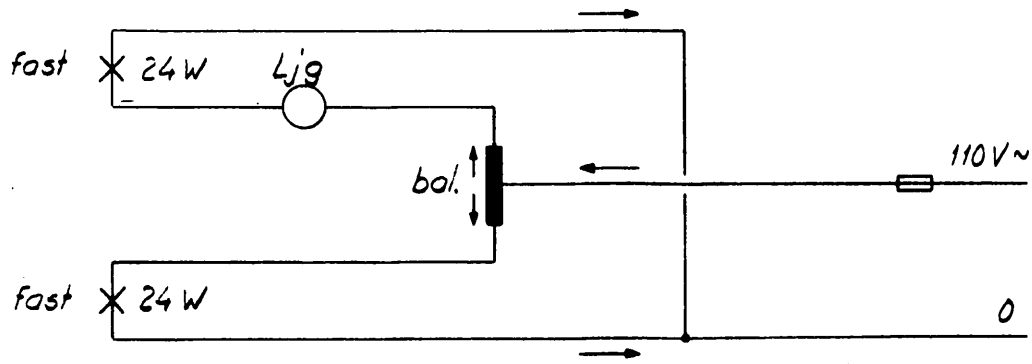
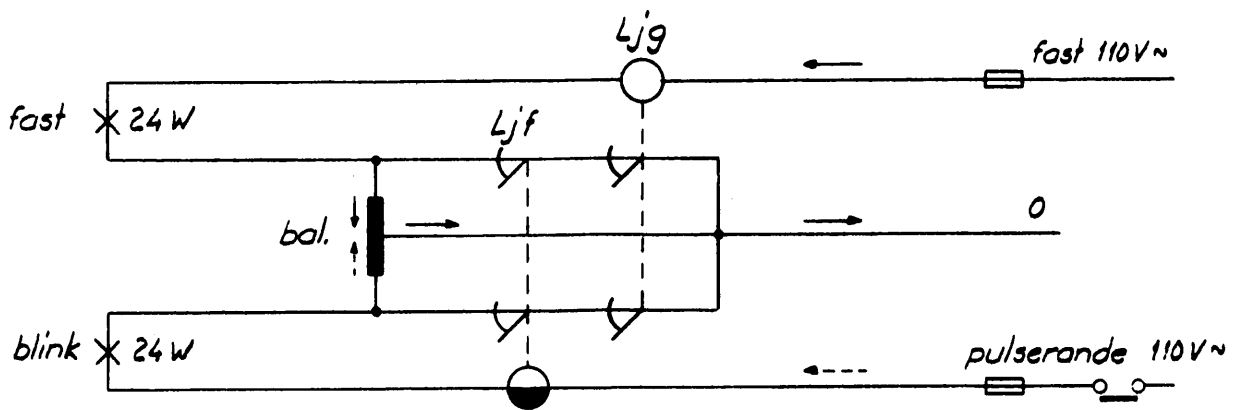

Fig. 1
Fig. 2
1. Kontroll av två lampor med enbart fast spänning (se fig 1).
2:1. För att kunna använda drossel med mittuttag till både pulserande och fast spänning enl fig 2 måste drosselns mittpunkt, till skillnad mot kopplings sättet enl fig 1, kopplas till den gemensamma nollpunkten.
Signalreläerna 1, 2 och 3 tänks arbeta oberoende av varandra. Endast de kontakter som fordras för att välja mellan balanserna i de olika kombinationerna har medtagits. Principen för kontroll av lampornas lystrådar skiljer sig inte från vad som visats i fig 1 och 2.